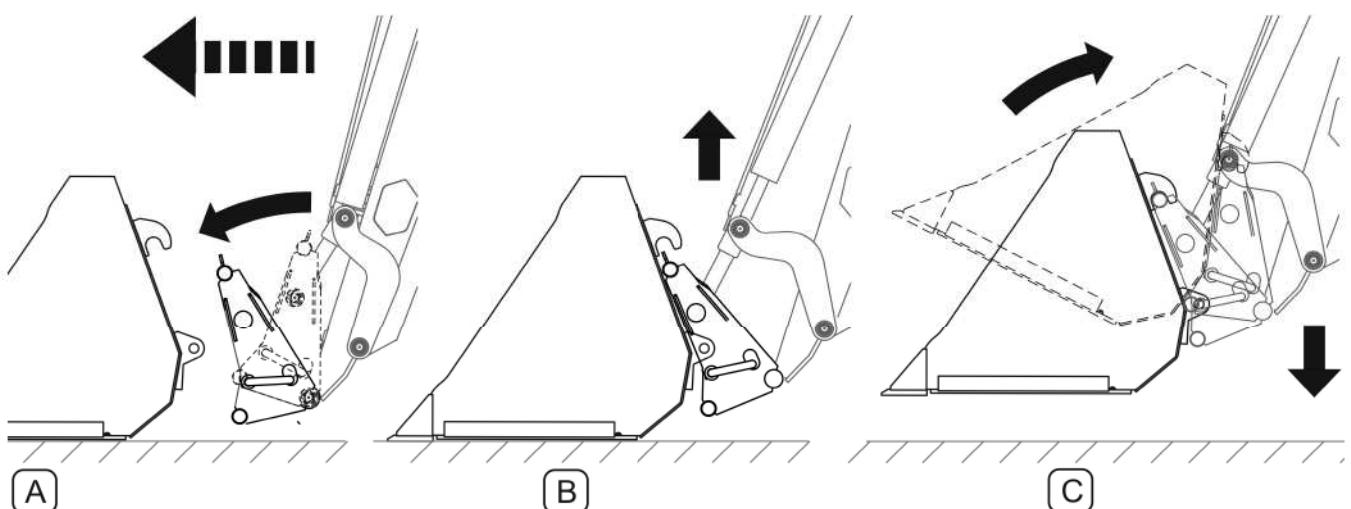

РИСУНОК 4.26 А Монтаж рабочего органа
- опустить стрелу и повернуть рамку быстрого крепежа вперед таким образом, чтобы места крепления на рамке быстрого крепежа оказались ниже места крепления в рабочем органе; (А, РИСУНОК 4.26 А)
- поднять стрелу, зацепляя места крепления в рамке стрелы за крюки оборудования;(В, РИСУНОК 4.26 А)
- управляя рычагом в кабине, опустить стрелу и отклонить рамку назад, вызывая тем самым блокировку быстроразъемного соединения; (С, РИСУНОК 4.26 А)